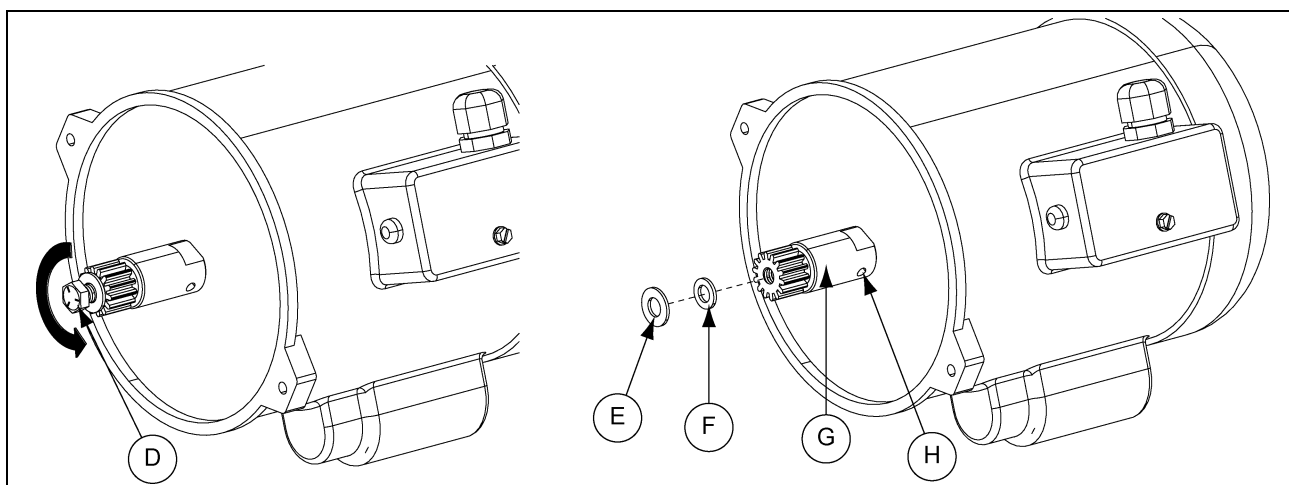

Рисунок 5U
- Un-установки болт (D) от вала шестерни. Снимите шайбы (E и F) и установочный винт (H) от вала-шестерни (G). (Смотрите рисунок 5U.)